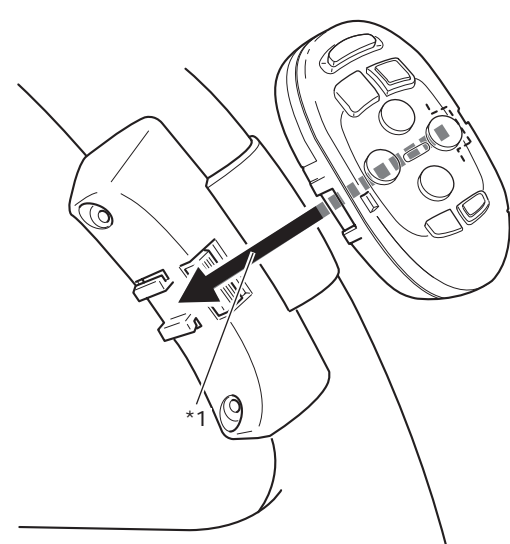

Fig. 9, Abb. 9, Afb. 9
4. Install the remote control unit in the holder (Fig. 9).
4. Instale la unidad de control remoto en el sujetador (Fig. 9).
4. Die Fernbedienung in den Halter einsetzen (Abb. 9).
4. Installer l'unité de télécommande dans le support (Fig. 9).
4. Installare l'unità del telecomando sul supporto (Fig. 9).